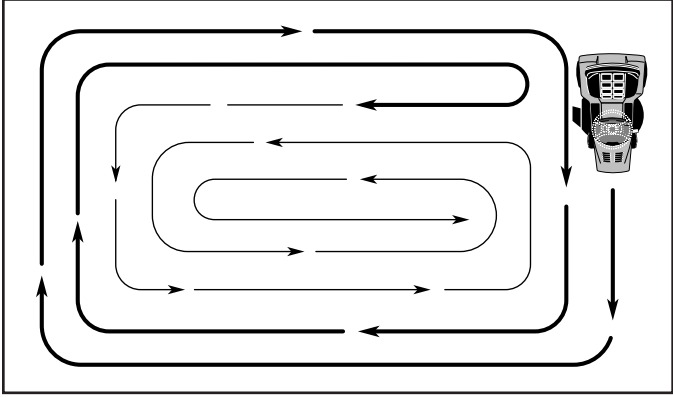

Fig. 14
- Pour tondre une grande surface, on vous conseille de com-mencer par tourner à droite, de façon à ce que l'herbe ne soit pas déversée sur les arbustes, les clôtures, les allées, etc. Après un ou deux tours, tondez en sens inverse en tournant à gauche jusqu'à ce que le travail soit achevé (Voir la Fig. 14).